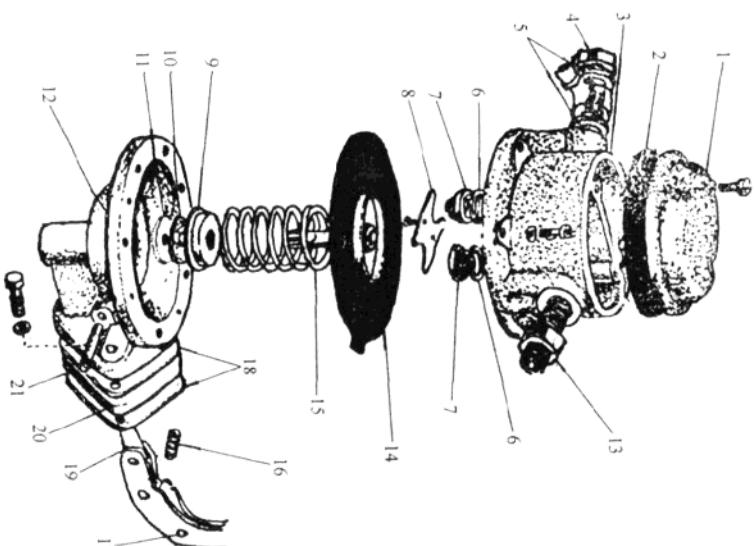

图 1-18 丰田日冕 RT81 型汽油泵
(8) (图 1-18) 为丰田日冕 R181 型小客车汽油泵。